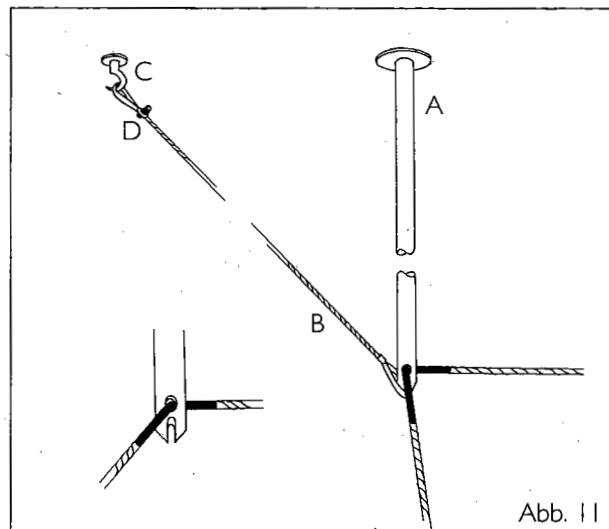

Abb. 11
Abb. 11: Legen Sie die Position der Stäbe (A) entsprechend dem Seilverlauf fest (Seilabstand mindestens 75 cm). Bohren Sie für jeden Stab mit einem 8-mm-Steinbohrer exakt senkrecht ein mindestens 4 cm tiefes Loch. Stecken Sie den Dübel ein und schrauben Sie nun den Stab mit der aufgesteckten Beilagscheibe ein. Drehen Sie dann den Stab mit dem Montagestift fest.